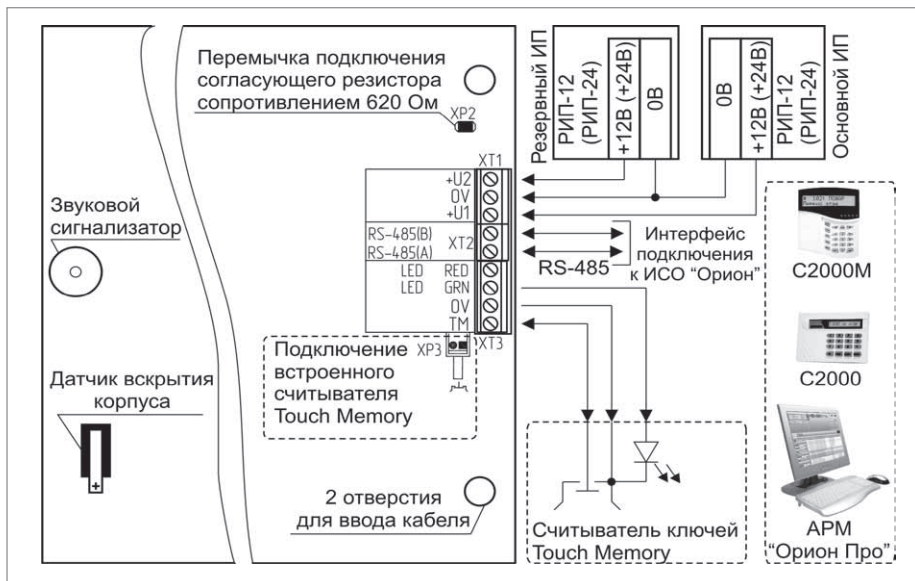

Рисунок 3. Схема внешних соединений блока «С2000-БИ исп.02»
2. Подключение соединительных линий выполняйте в соответствии с проектной документацией и схемой на рис. 3.